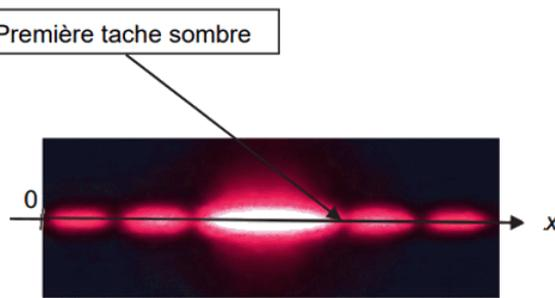
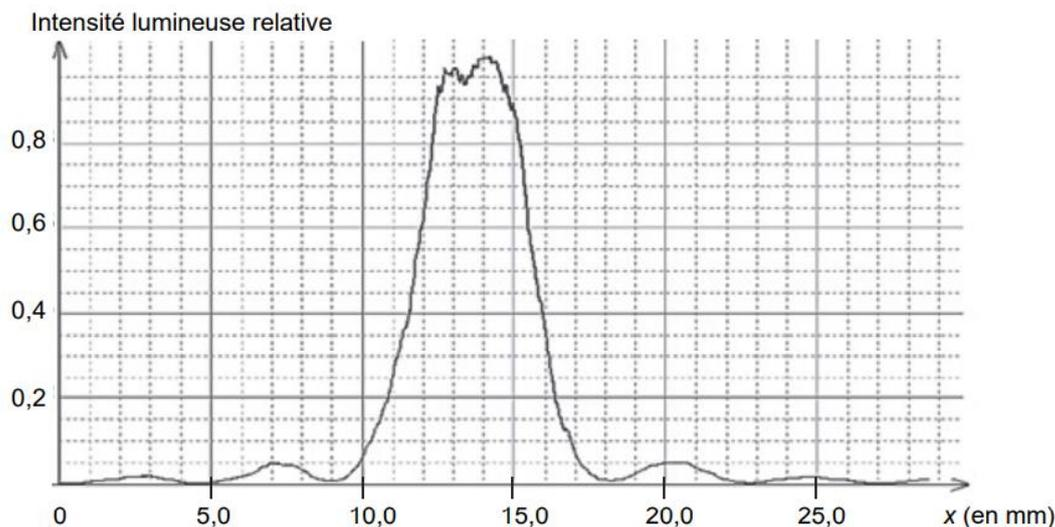

Figure 2. Figure observée sur l'écran
Figure 3. Intensité lumineuse relative en fonction de la position sur l'écran
Pour faire une mesure précise, on remplace l'écran par une caméra qui permet d'obtenir l'intensité lumineuse relative* en fonction de la position x , repérée selon l'axe indiqué sur la photo de la figure 2. L'origine $x = 0$ m est prise sur le bord du capteur de la caméra. On obtient alors la figure 3.
- 1.3. Déterminer la valeur de la longueur d'onde de la diode laser utilisée en exploitant la courbe obtenue sur la figure 3. La comparer à la valeur indiquée par le constructeur.